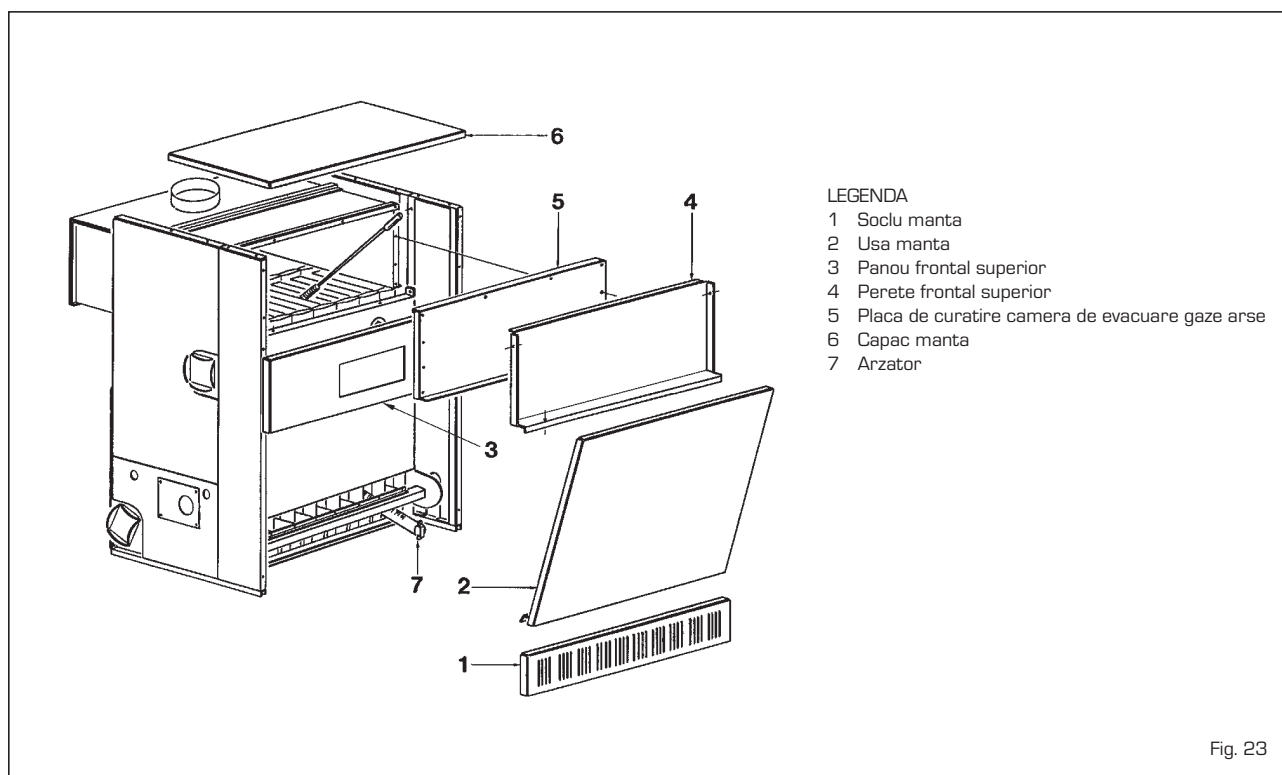

Fig. 23
4.6 OPERATIUNI DE INTRETINERE SI CURATIRE (fig. 23)